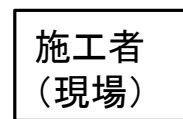

図2-1. 登録事業者から直に納品される場合その1
- ② 登録事業者から施工者(現場)へ直に木材が納品される場合(図2-1、図2-2)